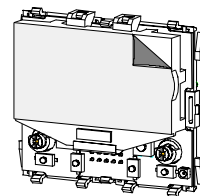

Bild 6c: Schutzfolie abziehen
- ziehen Sie die Schutzfolie von der LCD Anzeige ab Bild 6c